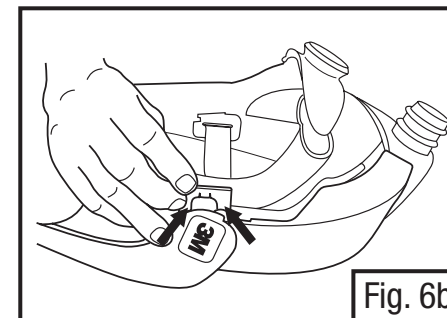

Fig. 6b
- Com o equipamento para a cabeça, virado ao contrário, de cabeça para baixo, e a borda do visor na posição em cima (aberto), puxe para baixo as presilhas de mola metálicas (em direção à parte interna do equipamento para a cabeça) até que toque a placa traseira. Puxe para fora para reposição. Se necessário, use uma ferramenta. Remova a borda do equipamento para a cabeça da Série-M (Fig. 6b).